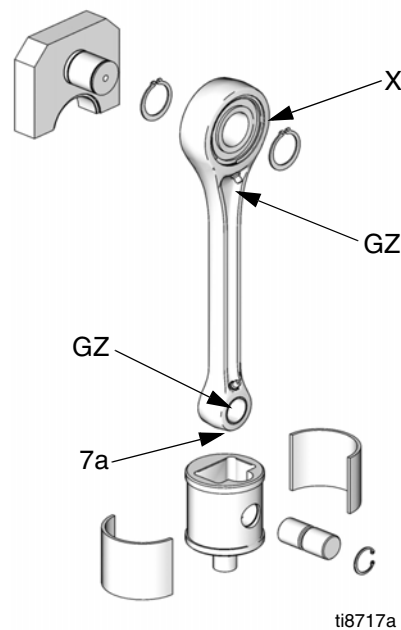

FIG. 9. Lubrique el cojinete del pasador de muñón cada 6 meses
Vea la FIG. 9. Cada 6 meses, lubrique el cojinete del pasador de muñón (7a) en la varilla de conexión con 1 disparo (1 cc) de grasa 107411 o equivalente, usando la grasera Zerk (GZ). Sustituya los dos cojinetes de muñón anualmente. Pida el Kit de repuesto de muñones de pistón 255216. Lubrique el cojinete del pasador de manivela (X) anualmente, usando la grasera Zerk (GZ).